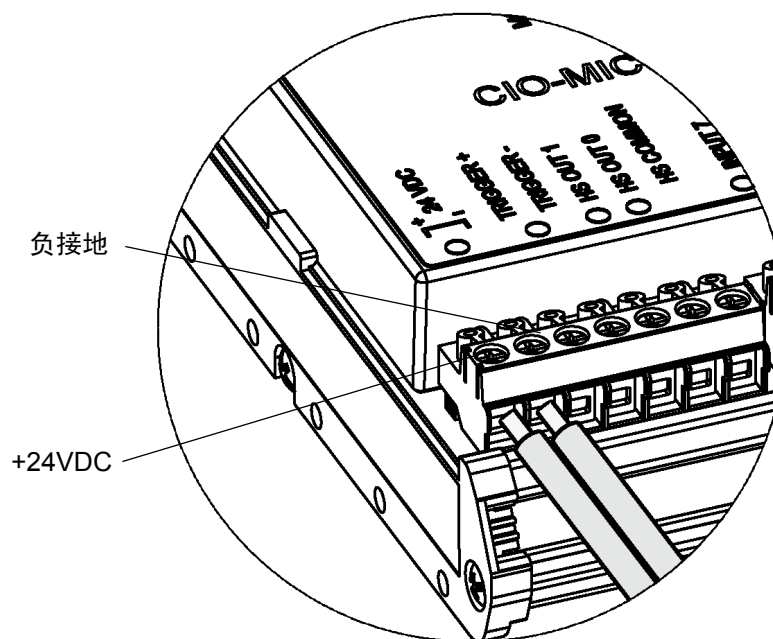

图 2-2：连接电源和 I/O 导线
3. 将电源的 +24VDC 和负地线 (-24VDC) 插入到 24VDC + 和 - 接线板位置，如图 2-2 所示。使用 CIO-MICRO-CC，将“屏蔽接地”连接到公用地线。
5. 将远程 I/O 设备的信号线和公用线插入到接线板上的相应位置，如图 2-2 所示。使用 CIO-MICRO-CC，将“屏蔽接地”连接到公用地线。